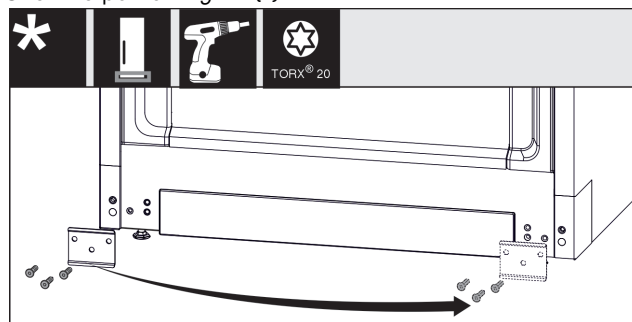

Fig. 15
- ▶ Odvijte ploščo Fig. 15 (1), jo prestavite na drugo stran in nato znova privijte.